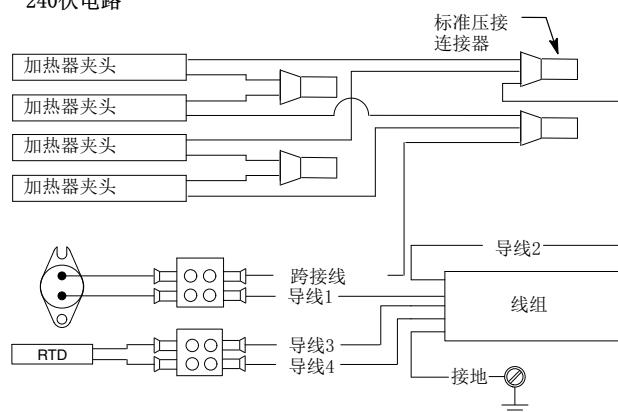

图 16 加热器和RTD的维修
- 将调温器导线插入到连接器(9)中，然后拧紧螺钉(8)。如有必要，请参见图16中的接线图。
- 详见图16。拆下将底部盖板(1)固定在加热器盒(12)和外壳(3)上的螺钉(14)。
- 剥去所有切断导线的绝缘层。将新的套圈压接到每根导线上。如有必要，请参见图16中的接线图。